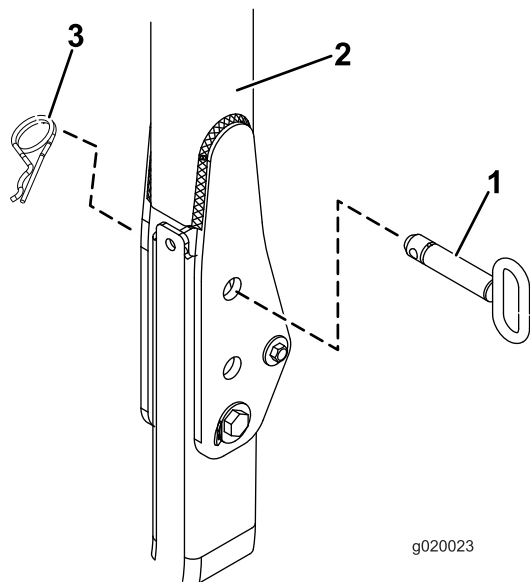

Рисунок 26
2. **Для тяговых блоков Reelmaster 3555 и 3575:** перейдите к пункту 10. На всех остальных моделях установите защитную дугу в поднятое положение, удалите игольчатые шпильки и два штифта (Рисунок 26).